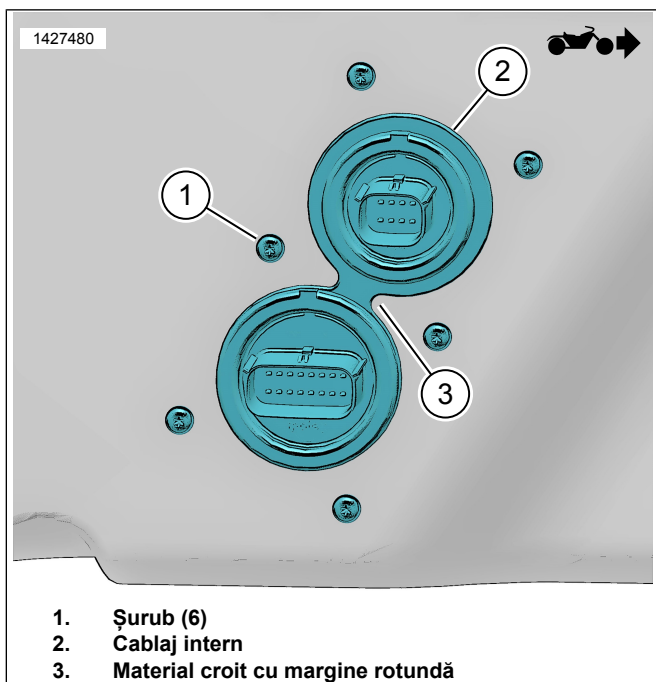

Figura 3. Cablaj interior
- d. A se vedea figura 3. Croiți materialul cu margine rotundă (3).
11. A se vedea figura 3. Montați cablajul intern (2).